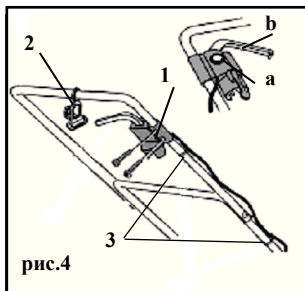

рис.4
5.3 Установка блока выключатель/штепсельная вилка и держателя шнура питания от розетки (рис.4).
5.3.1 Установите блок выключатель/штепсельная вилка 1 (рис.4) на ручке, совместите отверстия в блоке и на ручке, зафиксируйте блок.
5.3.2 Для фиксации шнура питания от розетки установите держатель 2 (рис.4) на верхнюю часть ручки.
5.3.3 Со стороны прохождения шнура питания от двигателя к блоку выключатель/штепсельная вилка, установите клипсы 3 (рис.4) для фиксации шнура питания.
6.2.3 Нажмите на кнопку блокировки **a** (рис.4) и не отпускайте её.
6.2.4 Прижмите предохранительную ручку **b** (рис.4) Удерживая её в этом положении, отпустите кнопку блокировки. Убедитесь, что двигатель заработал, соответственно шнек должен вращаться.
6.2.6 Остановка двигателя. Отпустите предохранительную ручку **b** (рис.4). Двигатель и шнек остановятся через некоторое время.